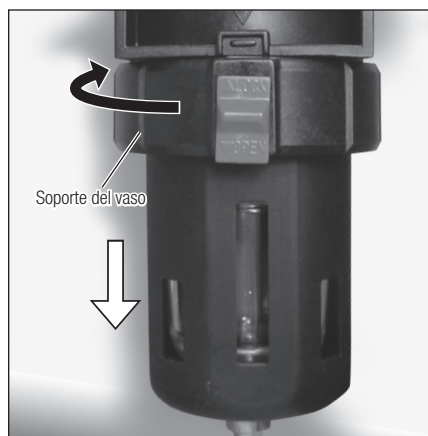

Fig. 34
- 5) Gire el soporte del vaso en el sentido de las agujas del reloj y tire hacia abajo. Ahora el soporte del vaso y el protector del vaso pueden quitarse (Fig. 34).